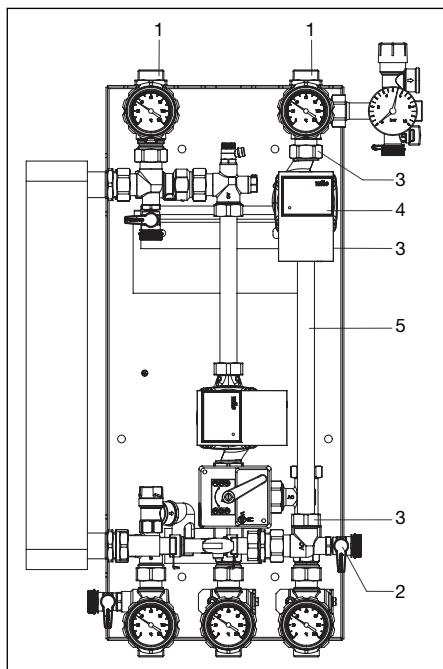

Fig. 5.1 Démontez les composants du circuit solaire
1. Démontez les composants existants du circuit solaire (fig. 5.1)